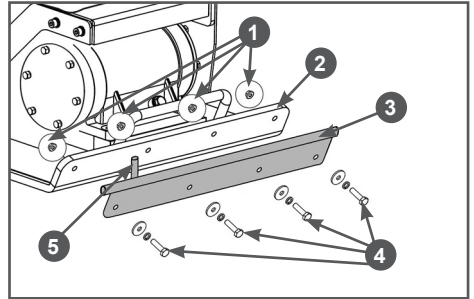

Рис. 20 Установка трубки подачи воды
2. Установите на рабочую плиту трубку для подачи воды в соответствии с Рис. 20. Совместите отверстия в рабочей плите 2 и пластинах трубки 3, вставьте со стороны трубки в отверстия болты 4 с пружинными и плоскими шайбами и закрутите гайки 1 (Рис. 20).
После установки трубки подачи воды штуцер 5 для подключения шланга должен быть с правой стороны, если смотреть по направлению движения виброплиты (Рис. 20).